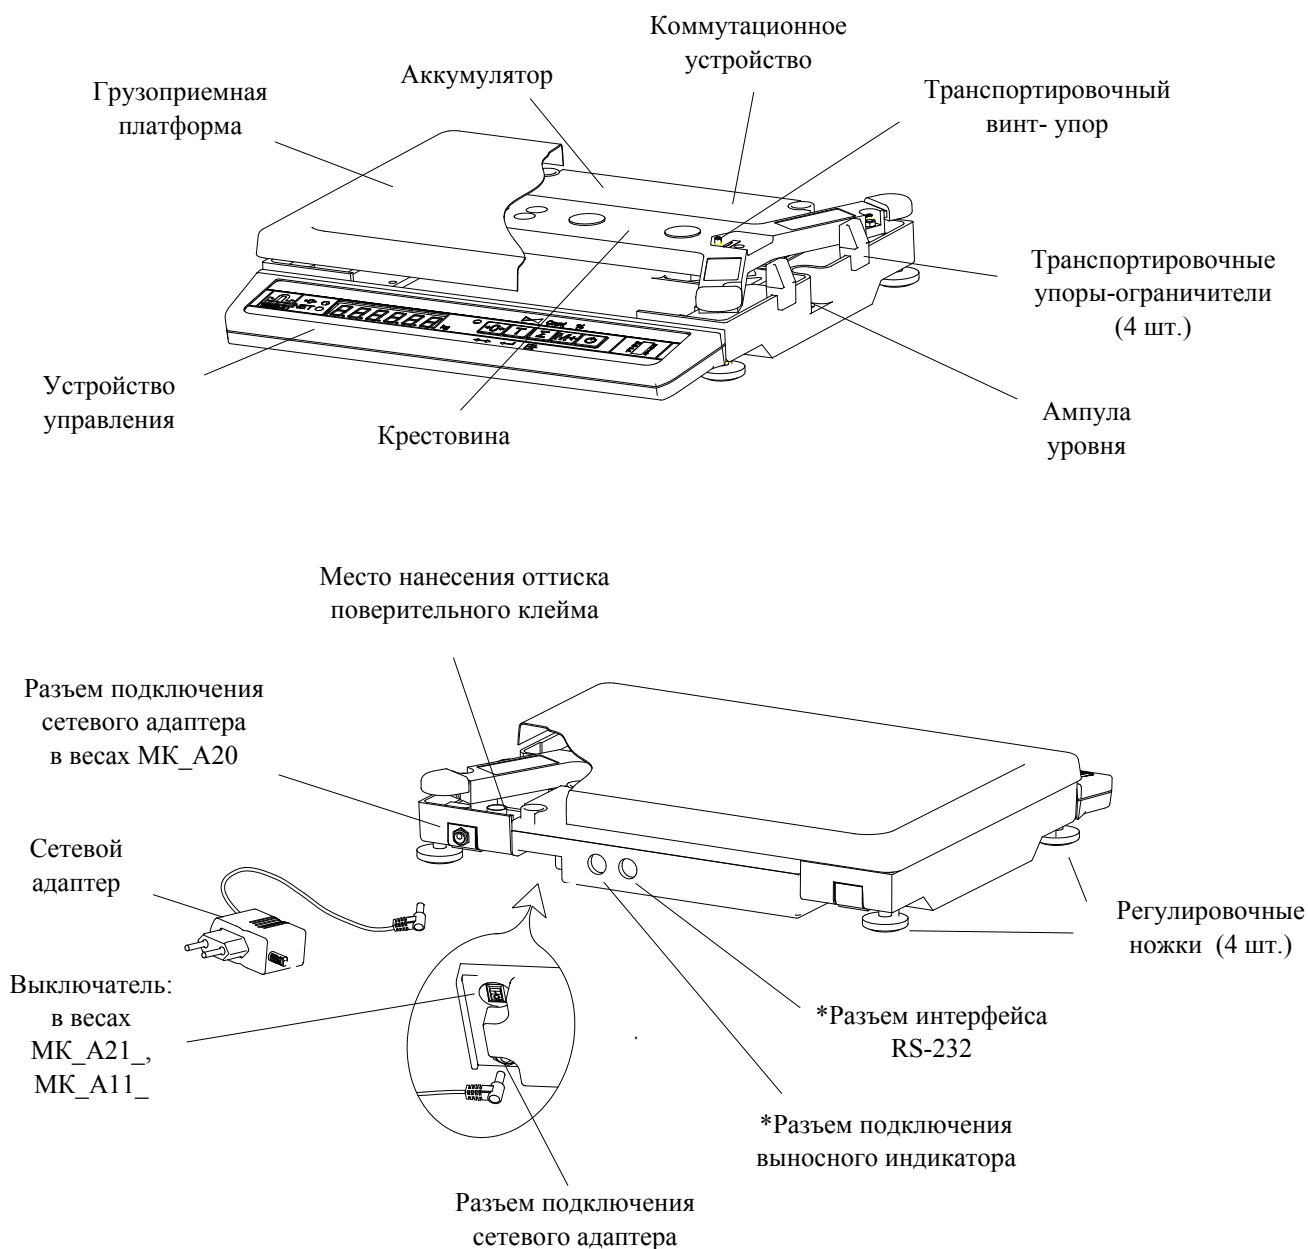

Рис. 5.1 - Весы МК\_A\_
Конструкция весов представлена на Рис. 5.1. Расположение элементов индикации и кнопок клавиатуры приведено на Рис. 5.2.
6.2 Снять грузоприемную платформу с весов и убрать транспортировочные упоры - ограничители (Рис. 5.1).